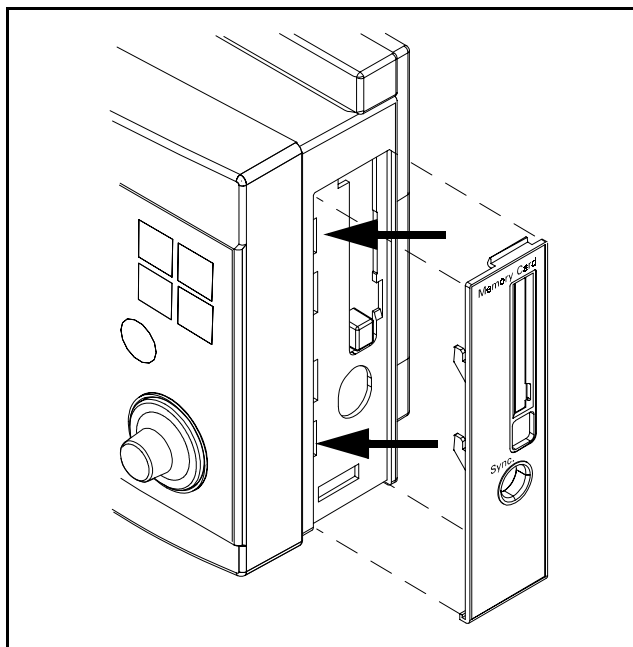

Abbildung 3-7 Schlitze an der rechten Seite
- 2) Führen Sie die Spitze des Werkzeugs zur Entfernung der Seitenplatte, wie in Abbildung 3-7 und 3-8 dargestellt, in die vier seitlichen Schlitz, und drücken Sie gleichzeitig Fronteinheit und das Rückteil leicht zusammen, sodaß sich die Widerhaken von den seitlichen Führungsschienen, welche die beiden Einheiten zusammenhalten, lösen.